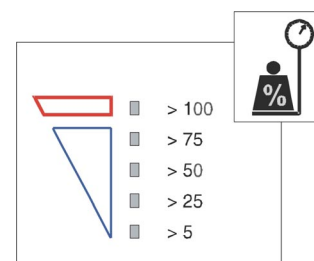

Рис. 5
См. рис.5 на следующей странице.
3.2.2 Индикация нагрузки (рис.5)